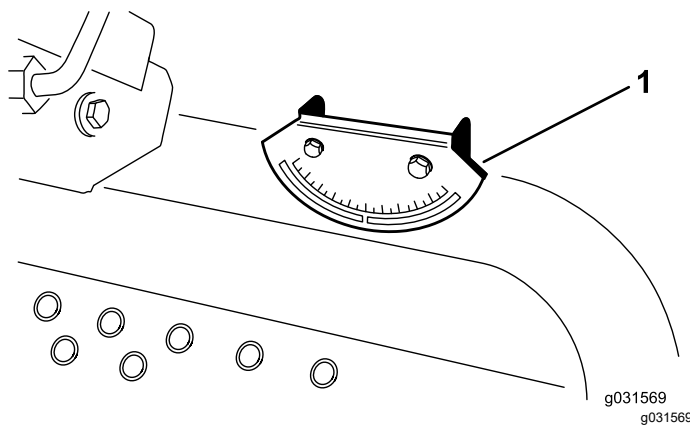

Рисунок 4
**Примечание:** Индикатор угла, установленный на машине, также должен показать  $0^\circ$  (Рисунок 4).